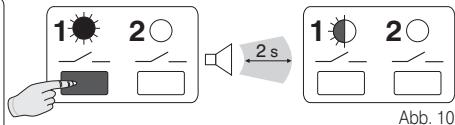

Abb. 10
- Die Taste **1** gedrückt halten, bis ein einzelnes, akustisches Signal ertönt; dann die Taste loslassen; **LED 1** blinkt (Abb. 10). Der neue Sender ist dem Empfänger zugeordnet.